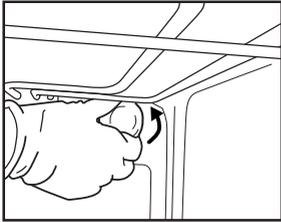
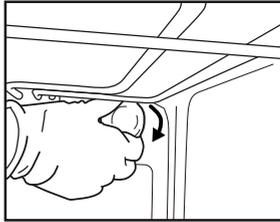

Fig. 6
Fig. 7
2. Dévissez le couvercle de l'ampoule (Fig. 6), remplacez l'ampoule par une neuve (consultez la « Remarque » pour en connaître le type), puis vissez le couvercle de l'ampoule (Fig. 7).